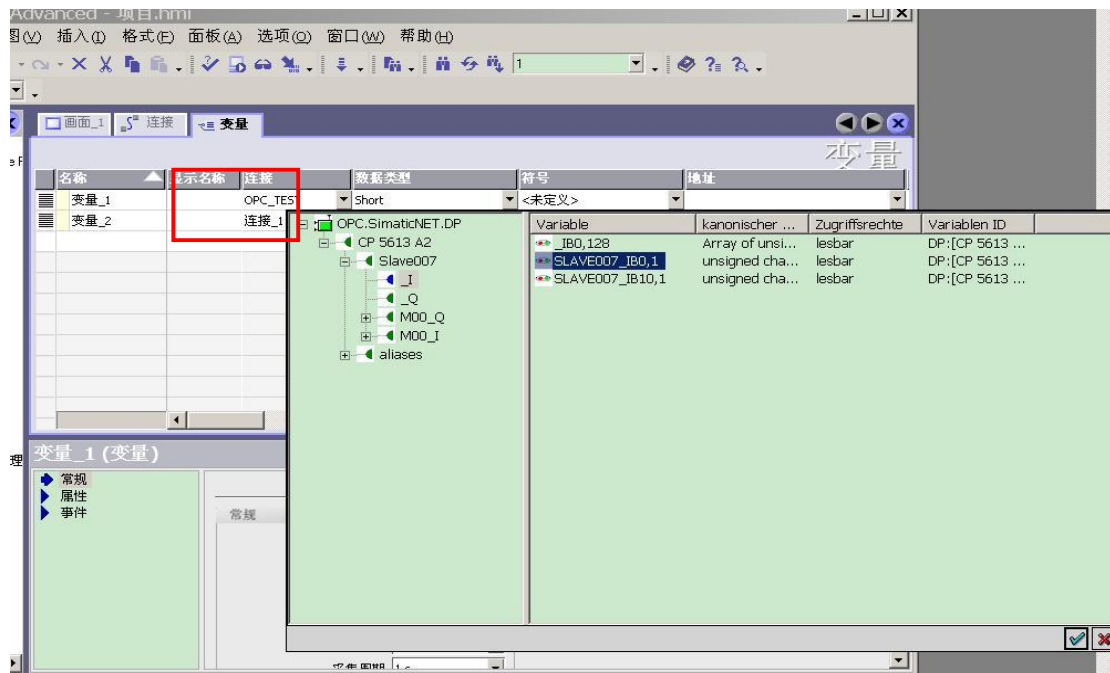

图 54 创建变量指向 OPC 服务器中的变量
2. 在“变量”表中新建一个变量，连接指定刚创建的“OPC_TEST”，符号指向 OPC 服务器中创建的变量，如图 54 所示。